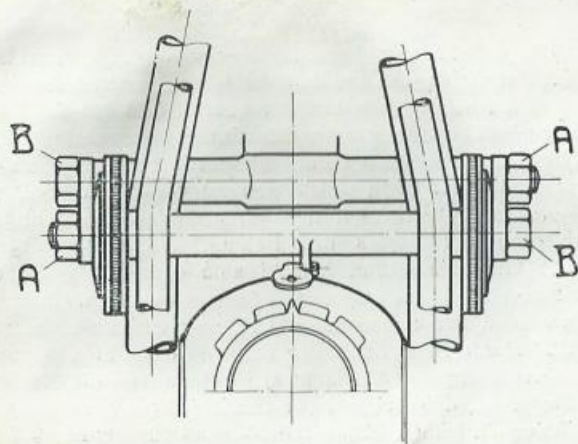

Abbildung 7.
**Die Vordergabelfederung** ist besonders stabil gehalten und mit eingebauten Reibungs-Stoßdämpfern versehen. Letztere sind von Zeit zu Zeit nachzustellen (s. Abbildung 7). Meistens